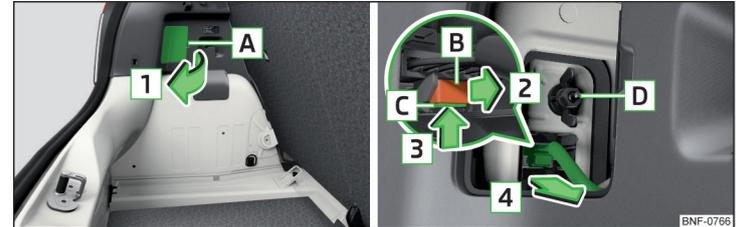

Abb. 148 Leuchte herausnehmen / Stecker abziehen
- › Die Blende im Bereich **A** in Pfeilrichtung **1** » Abb. 148 aufklappen.
- › Die Kunststoffmutter **D** » Abb. 148 aufschrauben und festziehen.